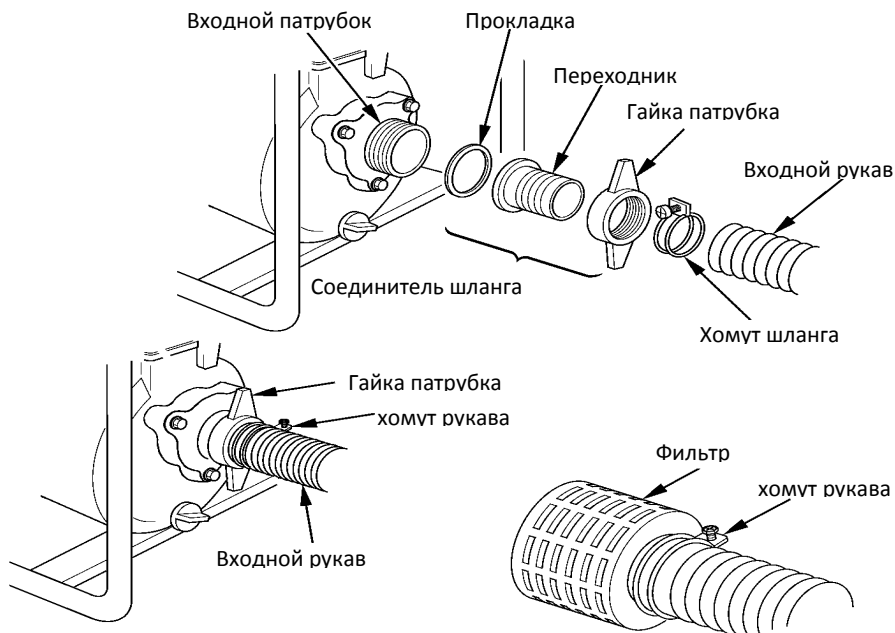

Рис.10
3. Смонтировать детали всасывающего и подающего тракта, для этого используйте имеющиеся в продаже рукава, и штатные соединители и хомуты. Необходимо использовать несминаемые (гофрированные) рукава, исключая «переламывание». Последовательность соединения показана на Рис.10